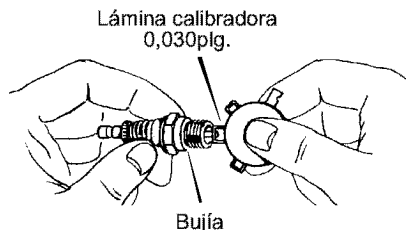

Figura 72
2. Revise el **entrehierro de la bujía** usando una **lámina calibradora** y restablezca el entrehierro a 0,030 plg. si fuera necesario. Vea la Figura 72.